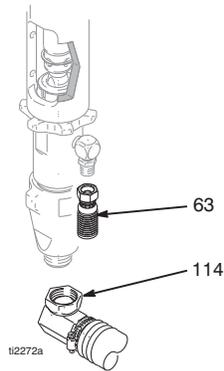

FIG. 7
(Figures 7 à 12)
3. (Fig. 7) Démontez le tuyau d'aspiration (114) ainsi que le flexible à peinture (63) (démontez à l'extrémité du raccord tournant).